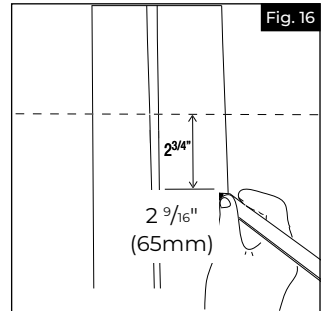

Fig. 16
- Faire une marque à $2\text{-}\frac{9}{16}$ po (65 mm) sous la ligne indiquant l'emplacement prévu de la main courante pour déterminer l'emplacement du support de coin intérieur (Fig. 16).